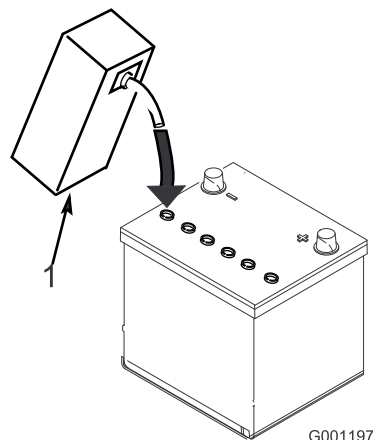

図 4
3. 各セルに慎重に電解液を満す。電極板が 6 mm 程度水没するぐらいが適当(図 4)。
4. 電極板が液を吸収するまで 20~30 分程度待つ。必要に応じて、電極板が 6 mm 程度水没するぐらいに電解液を補充する(図 4)。